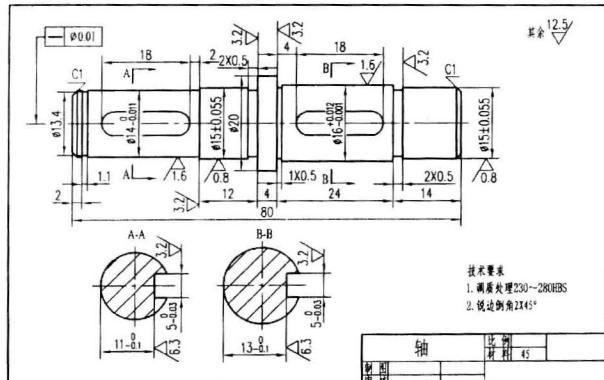

图 1-6 输出图形
- **输出图形：**为了便于输出各种规格的图纸，AutoCAD 提供了两类工作空间，即模型空间和图纸空间（布局）。其中，模型空间主要用于绘制各种图形，当用户在模型空间绘制好图形后，可在图纸空间设置图纸规格、安排图纸布局，以及为图形添加标题栏等，然后利用打印机或绘图仪将图形输出到真实的图纸上，如图 1-6 所示。除此之外，我们还可以将使用 AutoCAD 绘制的图形以多种格式输出，从而供其他应用程序使用。